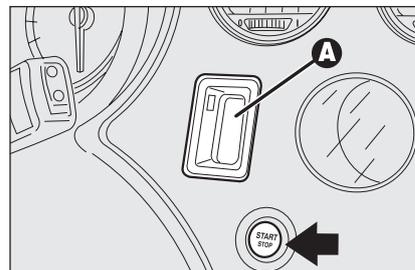

fig. 13
- ❑ lettore **A-fig. 13** della chiave elettronica (ubicato di fianco al volante);